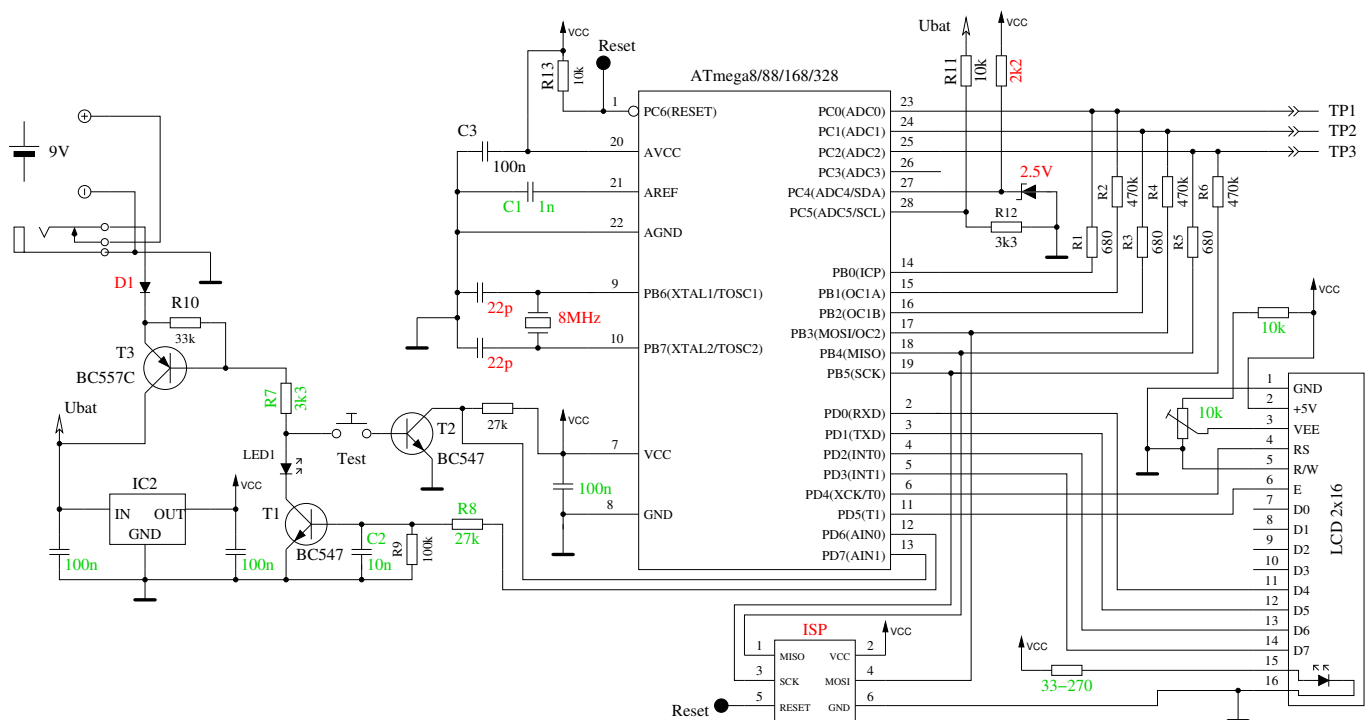

Abbildung 2.1: Neue TransistorTester-Schaltung
Die Schaltung des TransistorTesters in Abbildung 2.1 basiert auf der Schaltung von Markus F., die er in Abb. 1 des AVR-Transistortester Reports [1] veröffentlicht hat. Geänderte oder verschobene Bauteile sind mit grüner Farbe markiert, optionale Teile sind mit roter Farbe gekennzeichnet. Einige Änderungen wurden gemacht, weil die Strom-Abschaltung in einigen Nachbauten Probleme bereitete hatte. Deshalb ist der Widerstand R7 auf $3.3k\Omega$ reduziert. Der Kondensator C2 ist auf 10nF verkleinert und der Widerstand R8 ist verschoben, so daß der Ausgang PD6 nicht versucht den C2 Kondensator direkt zu laden. Zusätzliche Abblock-Kondensatoren wurden hinzugefügt und sollten nahe den Versorgungs-Anschlüssen des ATmega und nahe bei dem Spannungsregler platziert werden. Weil der PD7 Eingang und der PC6 (RESET) Anschluß die einzigen Anschlüsse sind, wo „pull-up“ Widerstände gebraucht werden, wurde ein zusätzlicher $27k\Omega$ Widerstand an dem PD7 (Pin 13) Anschluß vorgesehen. Mit dieser Änderung können die internen „pull-up“ Widerstände des ATmega abgeschaltet werden. Ein Quarz mit seinen 22pF Kondensatoren wurde zusätzlich vorgesehen. Ein Quarz hat Vorteile für die Kapazitätsmessung wegen der genaueren Zeitmessung. Die neue Software kann den Bereich für den ADC umschalten. Die Umschalt-Geschwindigkeit wird durch den externen Kondensator C1 am AREF (21) Pin des ATmega reduziert. Um die Messung nicht langsamer als notwendig machen zu müssen, sollte der Kondensator auf 1nF reduziert werden. Ein Entfernen des Kondensators ist ebenfalls möglich. Zum Anpassen der Software an die jeweilige Schaltung schauen Sie bitte in dem Konfigurations-Kapitel 4 nach. Einige unterschiedliche Versionen von R11 / R12 Kombinationen zirkulieren im Internet. Ich habe die Software an den Original-Entwurf von Markus F. [1] mit $10k\Omega$ und $3.3k\Omega$ angepaßt. Die zusätzliche 2,5V Präzisions-Spannungsreferenz, die an Pin PC4 (ADC4) angeschlossen ist, wird für die Überprüfung und Kalibration der VCC Versorgungsspannung benutzt, ist aber nicht erforderlich. Ein zusätzlicher ISP-Anschluß wurde hinzugefügt um leichter neue Software-Versionen laden zu können.